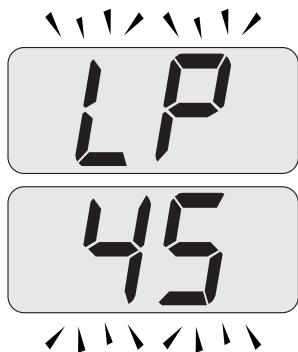

Figura 7.4
- Premere contemporaneamente i tasti 15 e 16 (Figura 7.2) fino a far apparire sul display LCD le lettere **LP** che si alternano con il valore di temperatura dell'acqua di riscaldamento (es. **45**), indicanti l'entrata nell'attivazione della "funzione spazzacamino" alla potenza minima (Figura 7.4).